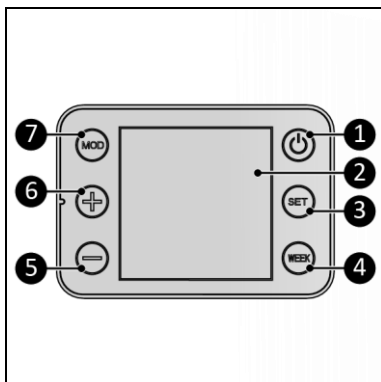

Figura 5
1. Apăsați butonul ON/OFF pentru a porni dispozitivul (Figura 5, poz. 1).
- Atunci când temperatura ambientală scade cu 8°C sau mai mult în decurs de 15 minute, dispozitivul va intra în modul de așteptare și indicatorul Detectare fereastră deschisă începe să se afișeze intermitent. Modul de detectare a ferestrei deschise este disponibil numai în modul "cameră" (R).
7. Apăsați butonul MOD pentru a alege funcția dorită: cameră (R) sau prosop (T).